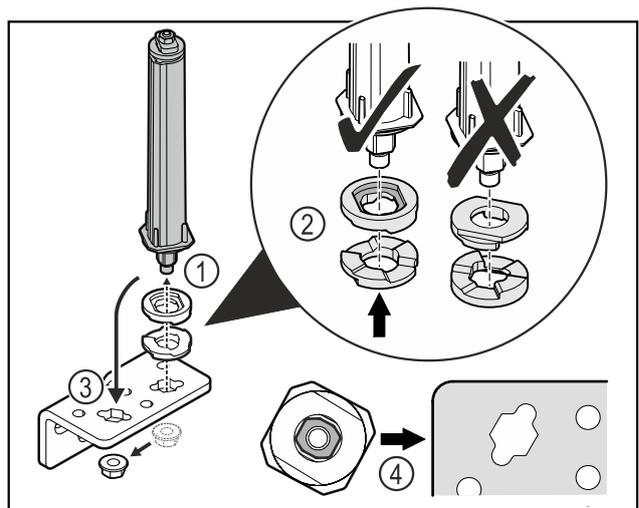

Fig. 31
- Allentare il dado e rimuovere il sistema di chiusura della porta Fig. 31 (1).
- Accertarsi che le rondelle di regolazione dell'altezza siano allineate correttamente Fig. 31 (2).
- Spostare il sistema di chiusura della porta nell'angolo della cerniera e fissarlo con il dado Fig. 31 (3).
- Durante l'inserimento, assicurarsi che il sistema di chiusura della porta sia allineato correttamente Fig. 31 (4).